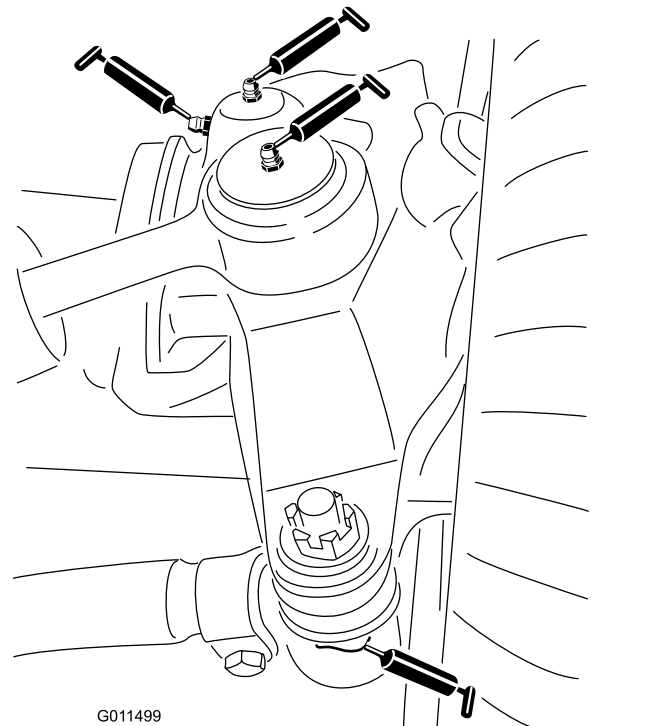

Bild 77
- Zwei Lenkzylinder-Kugelgelenke (Bild 77)
- Zwei Spurstangen-Kugelgelenke (Bild 77)
- Zwei Achsschenkelbüchsen (Bild 77).